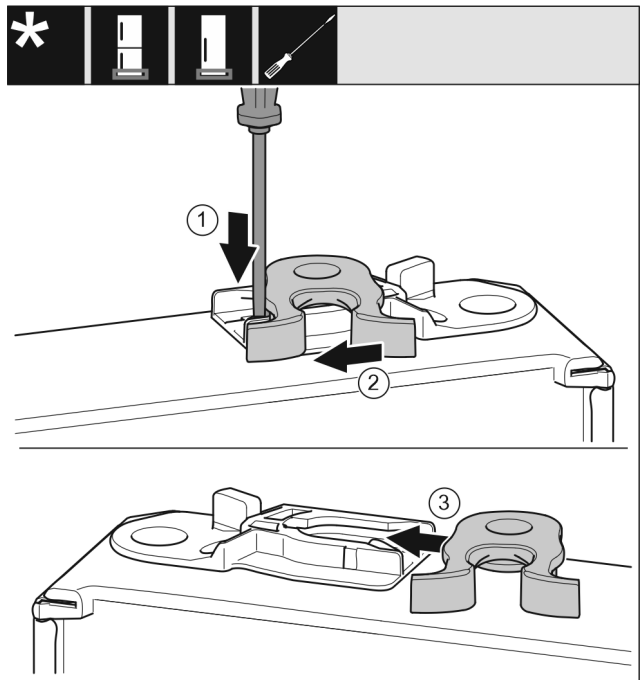

Fig. 27
- ▶ Plochým šroubovákem přitlačte lamelu dolů. Fig. 27 (1)
- ▶ Vytáhněte petlici z vedení. Fig. 27 (2)
- ▶ Petlici zasuňte do vedení na druhé straně. Fig. 27 (3)